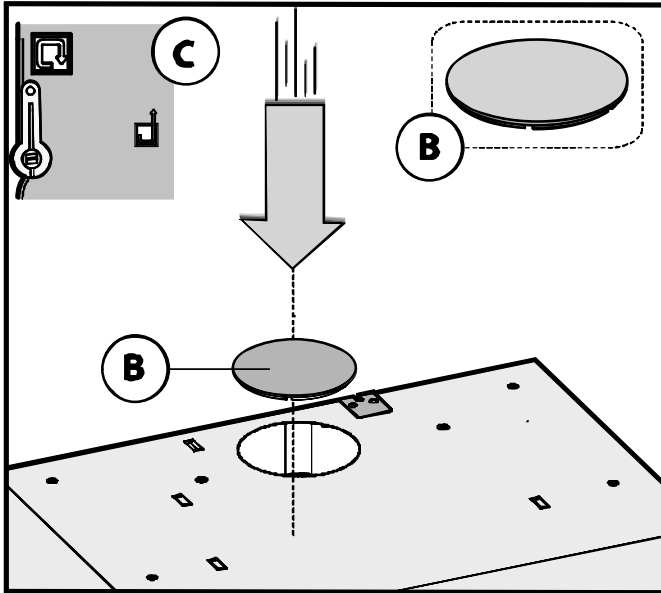
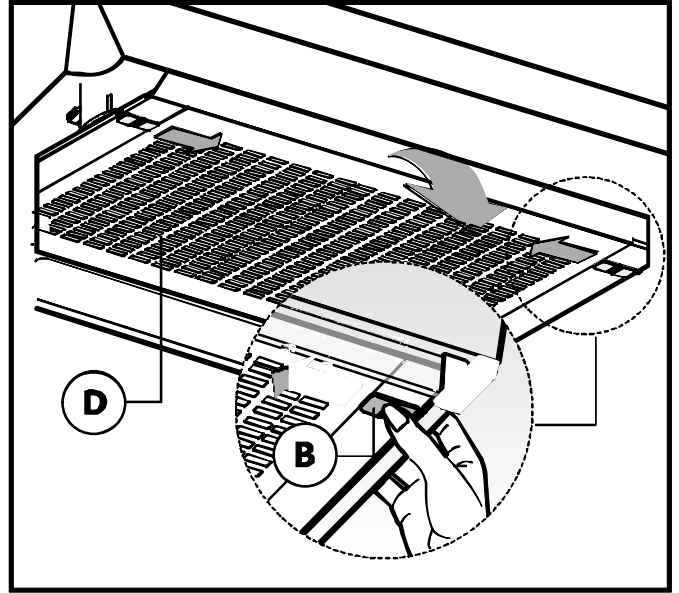

Fig.4
Fig.5
Prima di procedere alle operazioni di montaggio (secondo il modello da voi acquistato), per una più facile manovrabilità dell'apparecchio, togliere la griglia come indicato in Fig. 5.
- Se la cappa è in versione **filtrante** la leva **C** deve essere posizionata come indicato in Fig.4.
Per effettuare questa operazione rimuovere la griglia **D** (Fig. 5). Chiudere con il tappo **B** l'apertura d'uscita dell'aria, come indicato in Fig. 4